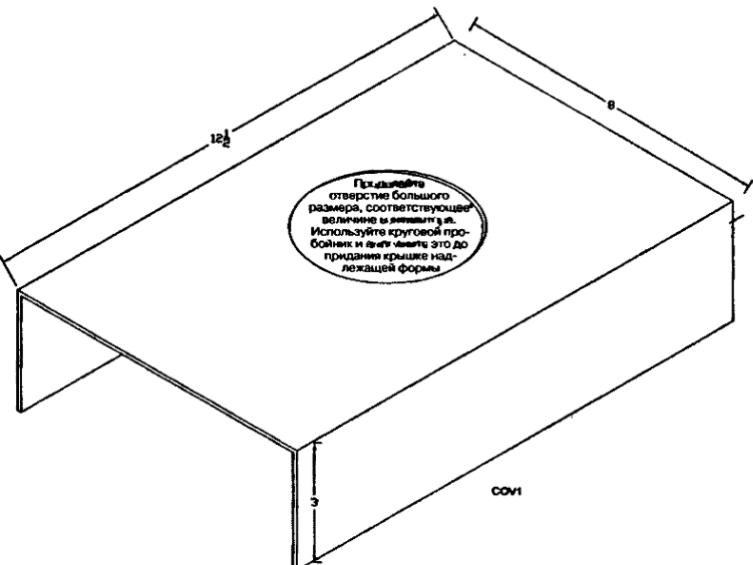

Рис. 8.12. Изготовление крышки
9. Изготовьте крышку, как показано на рис. 8.12 из листа алюминия 0,9 см. Для выполнения большого воздушного отверстия используйте пилу для выпиливания отверстий или круговой пробойник, или же просверлите несколько небольших отверстий по кругу и удалите центральную часть, а затем обточите напильником до получения ровного края.